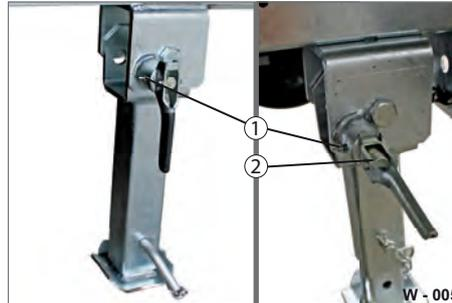

Abb. 5 Klappstützen schmieren
- ▶ Schmiernippel (Abb. 5/1) mit einem sauberen, trockenen Lappen reinigen.
- ▶ Ggf. Verunreinigungen wie Grashalme, Äste von den Lagerstellen (Abb. 5/2) entfernen.